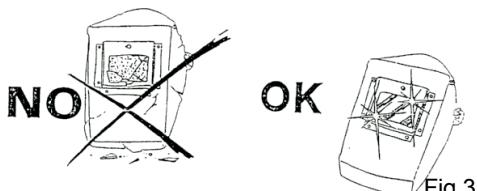

Fig.3
- É preciso manter sempre limpos os vidros de proteção e substituí-los quando estão quebrados (Fig. 3). Aconselha-se instalar um vidro transparente entre o vidro inacônico e a área de solda. Tal vidro deve ser substituído com frequência, quando jatos e estilhaços reduzirem a visibilidade.